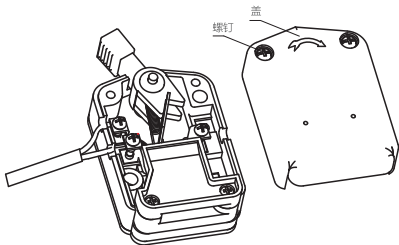
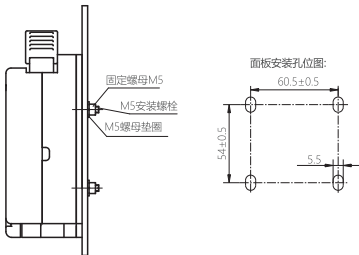

图2 YBLX-8布线示意图
图3 YBLX-8安装示意图
7.2.1 安装：松开盖螺钉→按图2接线→拧紧盖螺钉→按图3安装，M5安装螺栓拧紧力矩（1~1.2）N·m。